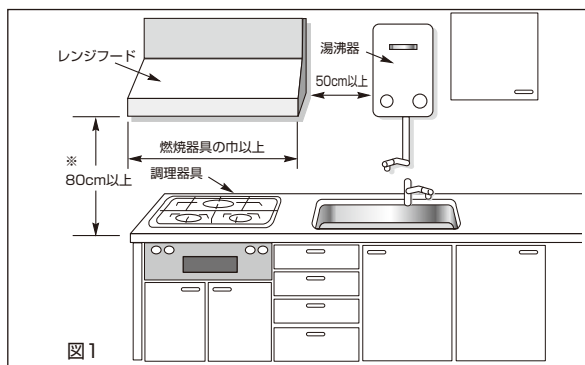

図1
す。(図1)
- (4) 湯沸器の上部は高温になるので、湯沸器の真上には取付けしないでください。(図1)
- (5) ダクト排気するときはダクト抵抗の確認が必要です。
- (6) 空気の取入口を設けてください。